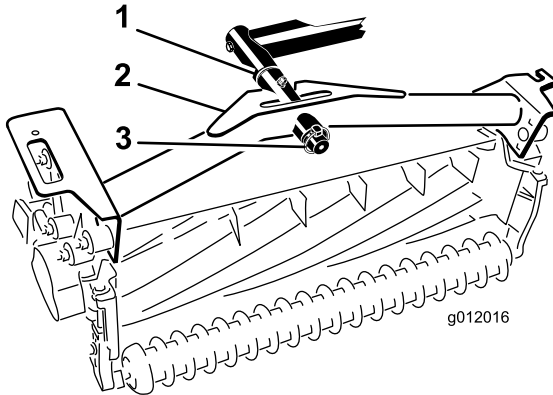

Figura 21
- Deslize a estrutura de suporte da unidade de corte na haste de pivô e fixe-a com um pino de sustentação (Figura 21).